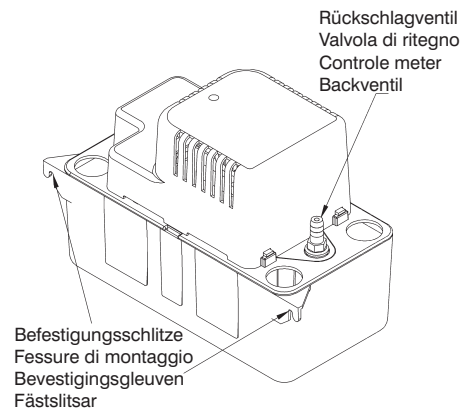

Fig. 11
2. Pumpenmontage: der Tank ist mit zwei Schlitzen versehen, mit deren Hilfe das Gerät montiert wird. Diese Schlitze befinden sich am Ende der Tankabdeckung (Fig. 11). Das Gerät sollte entweder an der Seite der Klimaanlage oder an einer nahen Wand montiert werden. Die Pumpe muß sich in ebener Lage befinden, und der Einlaß muß unterhalb der Ablaufspule liegen. Leitungsmaterialien aus Metall sind mit dem Plastik-Pumpengehäuse nicht kompatibel.
der Kondensateinheit führen. Dies bewirkt einen Saugbeeinfluss, der die Wirksamkeit der Kondensateinheit verbessert und in den meisten Fällen ein Rückströmventil überflüssig macht (Fig. 11). Falls die Ausflußleitung nicht schräg nach unten gezogen werden kann, ist direkt über der Pumpe an deren höchstem Punkt ein Wasserverschluß in Form eines umgekehrten "U" herzustellen.
2. Montaggio della pompa: il serbatoio è dotato di due fessure per il montaggio dell'unità. Le fessure si trovano all'estremità del serbatoio (Fig. 11). L'unità dovrebbe essere montata a fianco del condizionatore dell'aria o su una parete vicina. La pompa dev'essere perfettamente orizzontale e l'ingresso deve trovarsi sotto lo scarico della serpentina. I raccordi non sono compatibili con l'involucro in plastica della pompa.